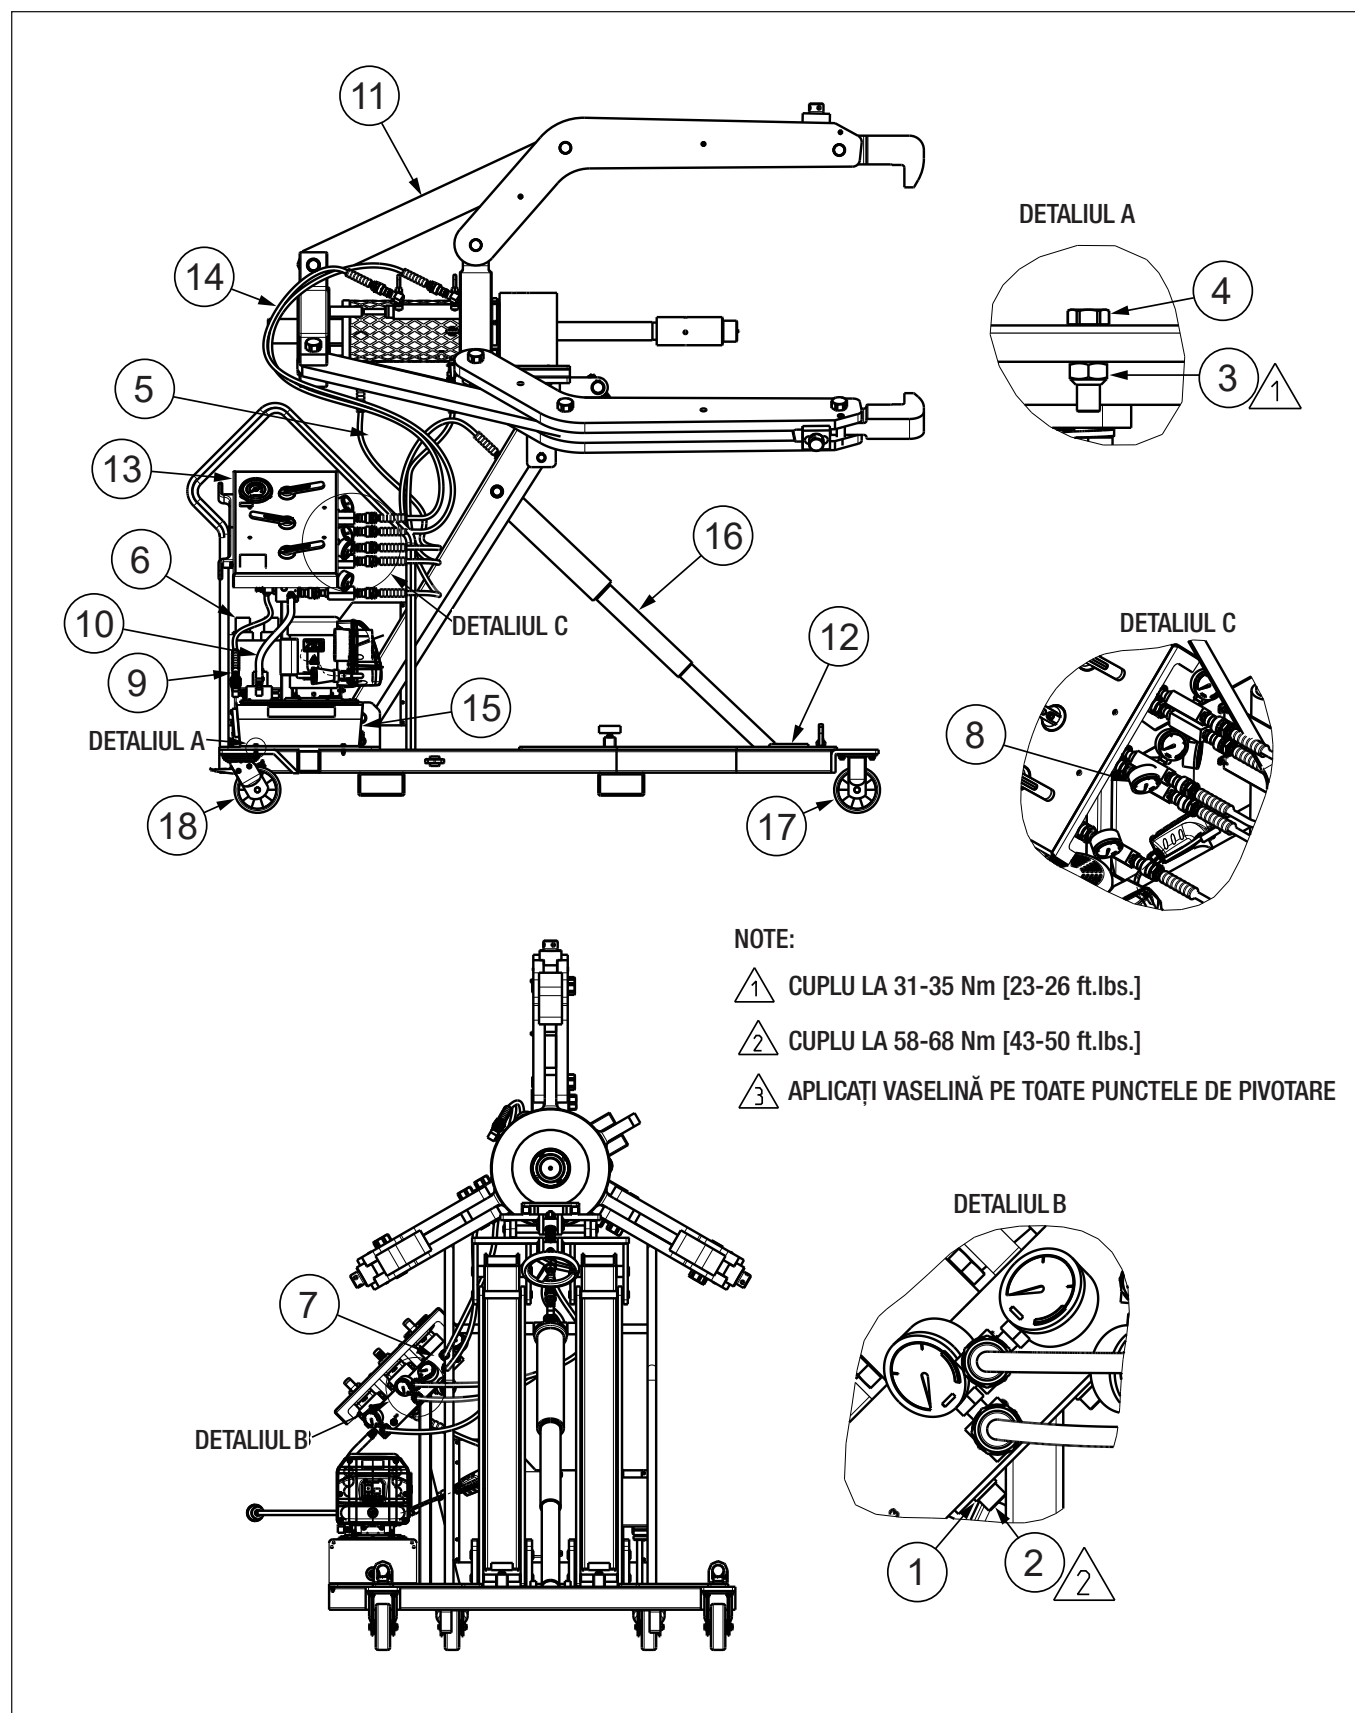

Figura 19: Ansamblu extractor
Asigurați-vă că toate șuruburile extractorului hidraulic (consultați Figura 19, Elementul 4) sunt strânse corect metal pe metal înainte de fiecare operație.
9.1.1 Tabel cu piese (Figura 19)